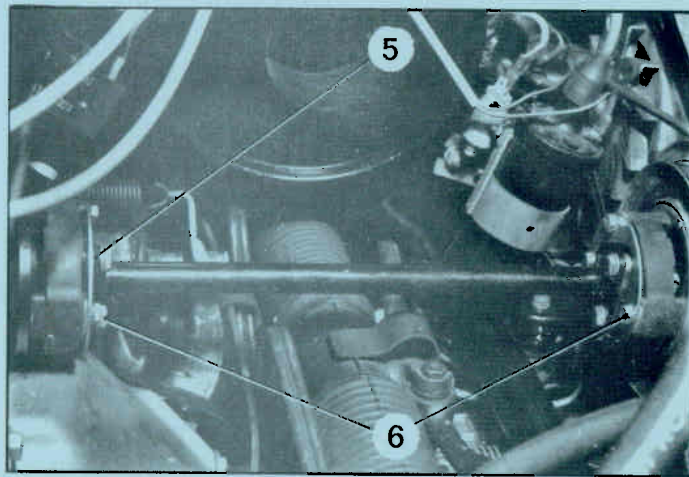

Afb. 1
Monteer de aandrijfas (afb. 1): Plaats de centreerplaten (1) op de as en plaats de flexibele koppelingen (2) en zet de bevestigingsbouten (3) vast (sluitring).